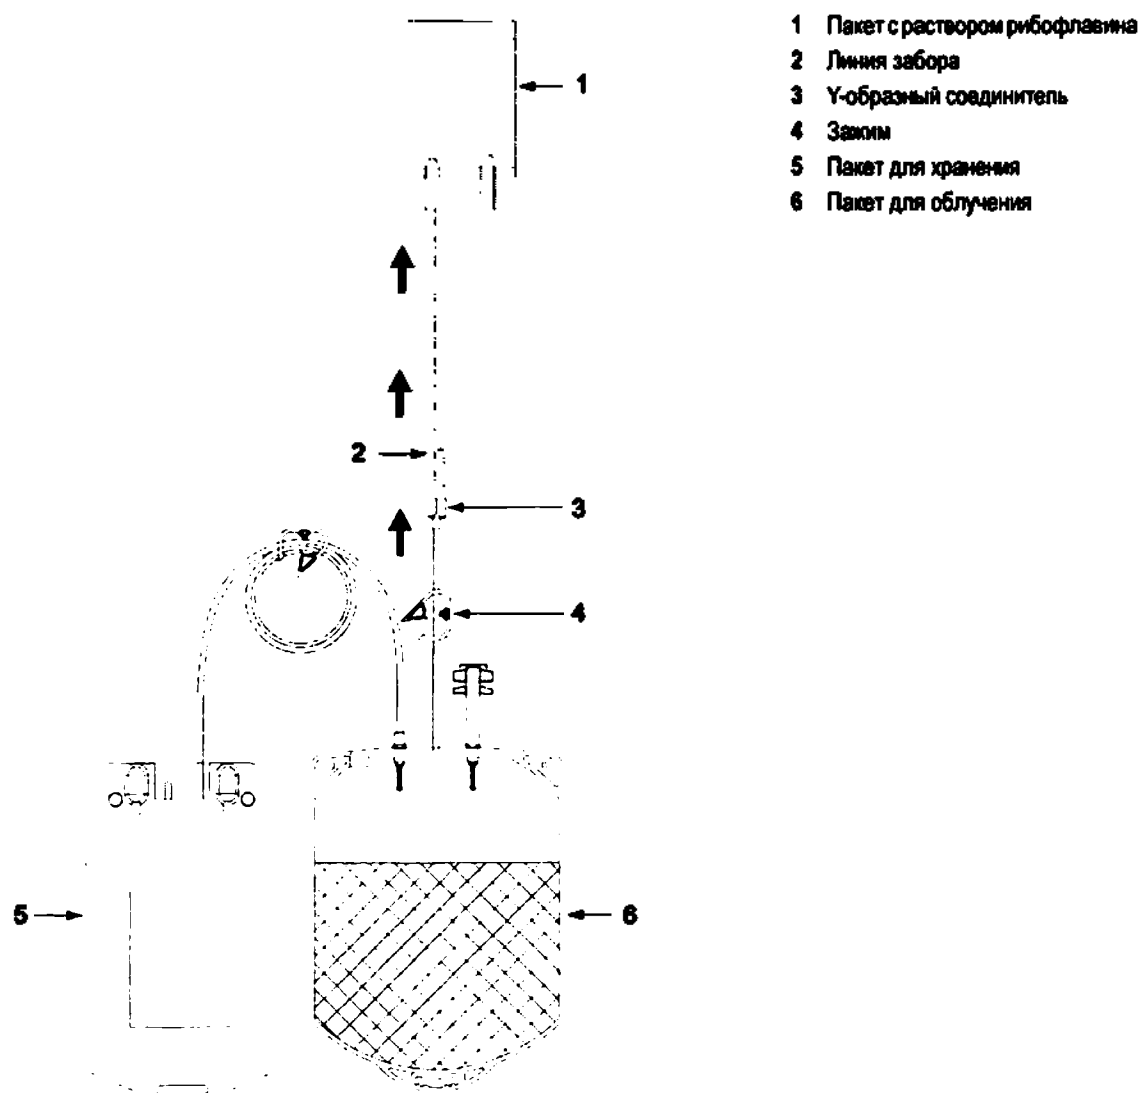

Рис. 6: Удаление остаточного воздуха из набора для облучения и хранения
- а. Держите пакет для облучения так, чтобы все порты были обращены вверх, как показано на Рис. 6.
- д. Откройте зажим на впускной линии и держите пакет для облучения так, чтобы все порты были обращены вверх, как показано на Рис. 6. Осторожно надавливая на пакет для облучения, перемещайте остаточный воздух и цельную кровь вверх по впускной линии, чтобы цельная кровь дошла примерно до середины линии между Y-образным соединителем и пакетом раствора рибофлавина. Закройте зажим на впускной линии.